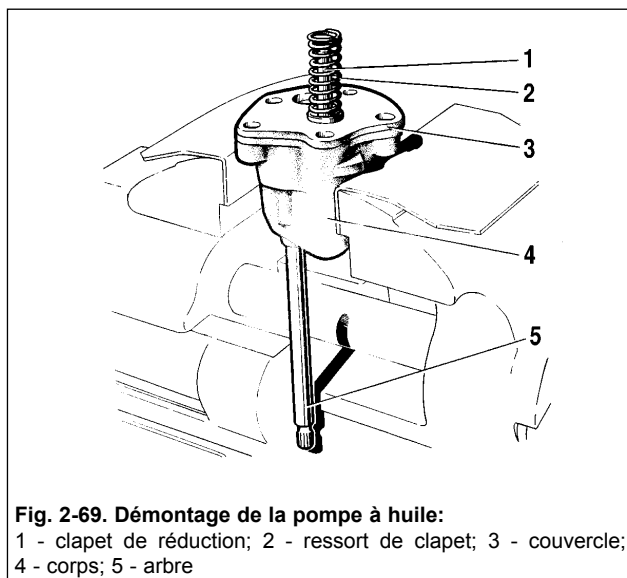

Fig. 2-69. Démontage de la pompe à huile:
- déposer le couvercle 3 (fig. 2-69) du corps de la pompe et dégager du corps l'arbre de la pompe complété de pignon menant, ainsi que le pignon mené.